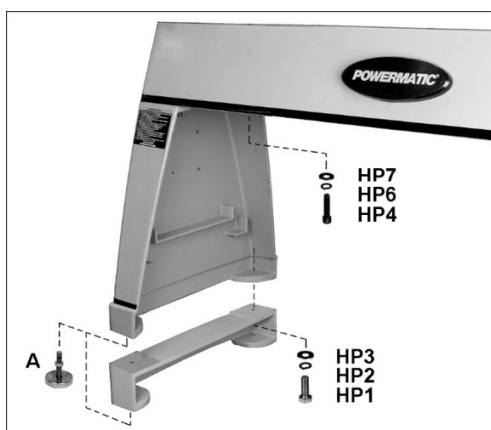

Рис. 6-1: установка опор и проставочных плит
4. Прикрутите опоры к станине с помощью винтов и шайб (HP4/6/7, Рис. 6-1). Плотно затяните винты.
5. Если необходима установка проставочных плит, прикрутите их к опорам с помощью винтов и шайб (HP1/2/3, Рис. 6-1).
6. Закрутите регулируемые ножки (А, Рис. 6-1) в отверстия проставочных плит (или опор, если проставочные плиты не используются). Ножки можно отрегулировать позднее. Притяните шестигранные гайки к нижней части проставочных плит или опор, чтобы зафиксировать выставленную высоту.